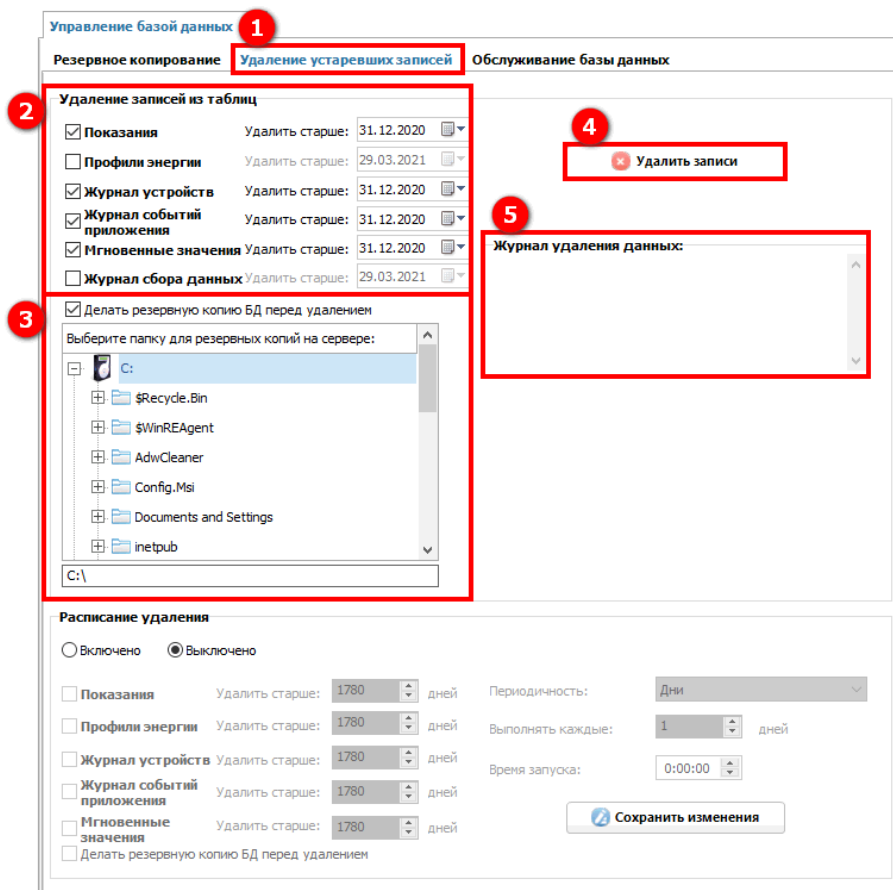

Рисунок 260 – Удаление устаревших записей
Вкладка **Удаление устаревших записей** (1) (см. рисунок 260) предназначена для удаления как в ручном, так и в автоматическом режиме, записей из таблиц значений показаний, профилей энергии, журнала устройств, системного журнала, мгновенных значений и/или журнала сбора данных.